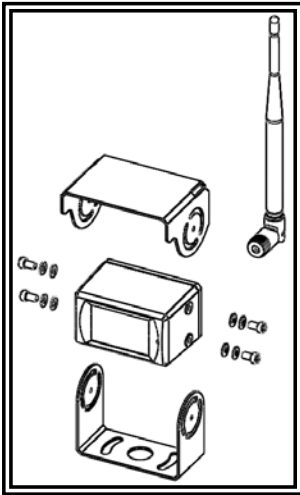

Figura 1
3. Instale la cámara y el visor de sol en la abrazadera en «U» como se muestra en la Figura 1.